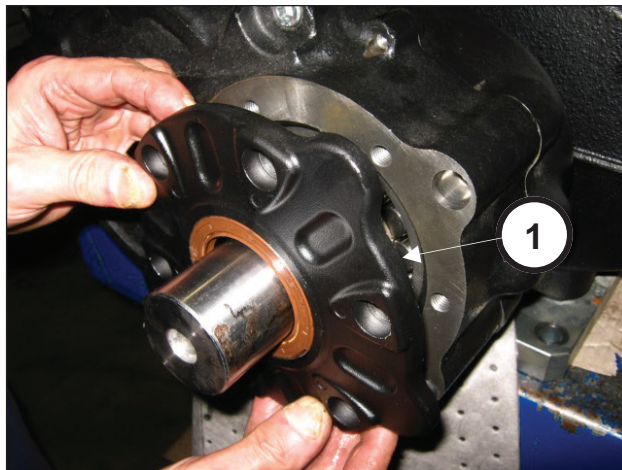

Рис. 80
Установите крышку ведущей шестерни на место (поз. ①, Рис. 80).